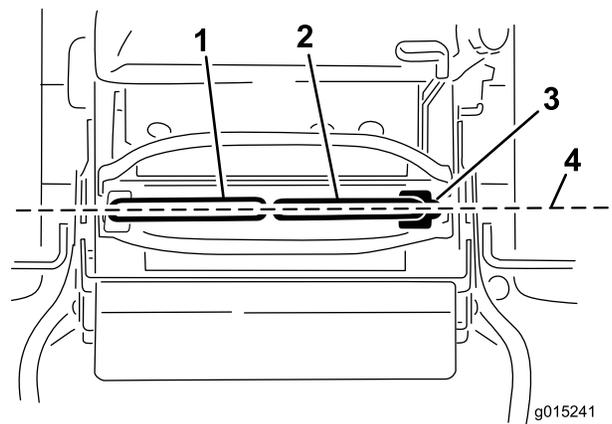

Figure 78
Important: Assurez-vous que l'alignement des roues de la machine est correct après avoir réglé les leviers de commande de déplacement. La procédure est identique pour régler l'alignement des roues et aligner les leviers de commande de déplacement longitudinalement (Figure 78).
1. Une fois l'alignement horizontal effectué, vérifiez l'alignement avant/arrière (Figure 78).